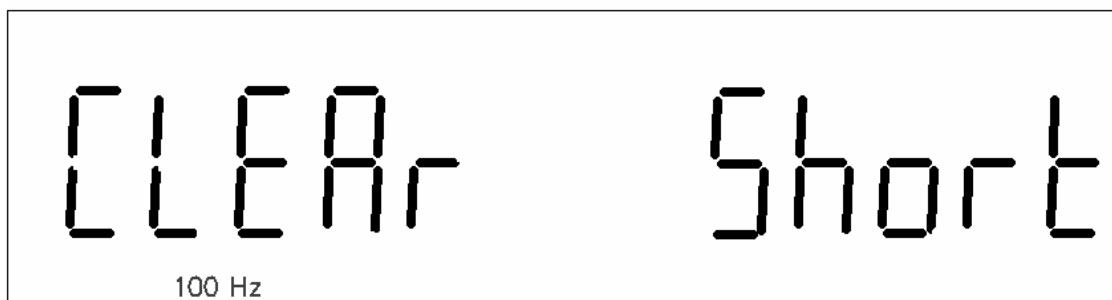

图 3-3 短路清零
2. LCD 显示信息如图 3-3 所示。“SHORT”闪烁。